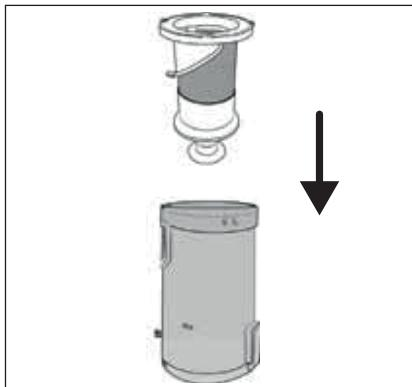

Fig. 23
- 6) Insérez le filtre en acier inoxydable ⑥ dans le bac à poussière ⑦ et poussez-le jusqu'en bas (voir fig. 23). Notez que le filtre en acier inoxydable ⑥ est doté de dispositifs d'arrêt de différentes tailles. Le filtre en acier inoxydable ⑥ ne s'insère dans le bac à poussière ⑦ que dans une seule position du fait de ces dispositifs d'arrêt.